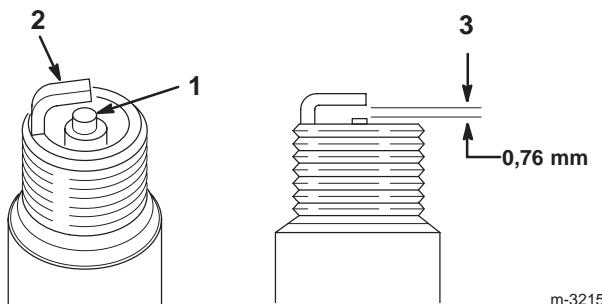

Figure 43
- Nettoyez les électrodes en les grattant ou avec une brosse métallique pour éliminer la calamine et l'humidité (Fig. 43).
- Examinez la bougie (Fig. 43).
- Contrôlez l'écartement entre l'électrode centrale et l'électrode latérale (Fig. 43). Courbez l'électrode latérale (Fig. 43) si l'écartement est incorrect.